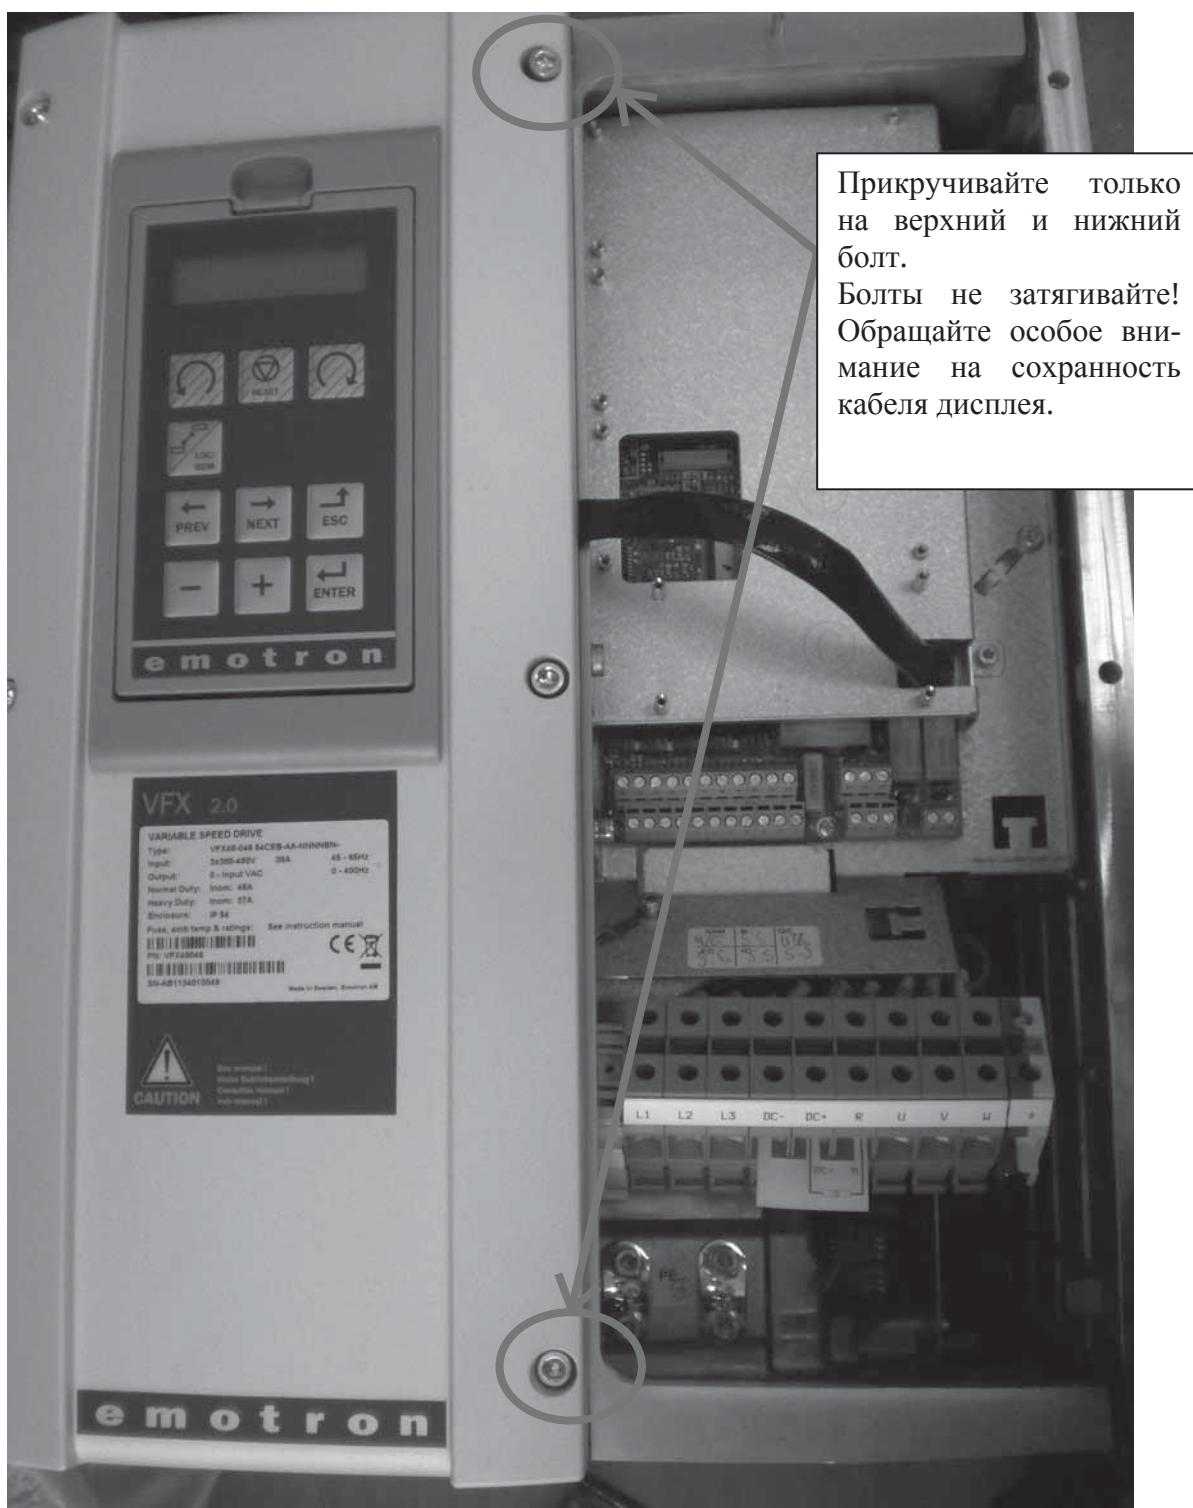

Рис.4 Размещение передней крышки и подключение дисплея преобразователей частоты серии VFX48-... при выполнении пусконаладочных работ.
- Сместите переднюю крышку влево. «Наживите» правую сторону передней крышки к левой стороне корпуса ПЧ на верхний и нижний болт, при этом бережно обращайтесь с кабелем дисплея. **Болты не затягивайте, чтобы не повредить кабель дисплея!** См. рис. 4 на стр. 13.